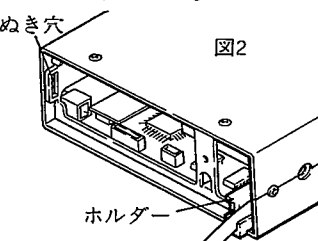

図2
3. マイクロホンコードをホルダーの溝にはめ込みます(図2)。
4. パネルをもとに戻す前に、左内側のぬき穴にパネル背面の爪を合わせてください(図2)。